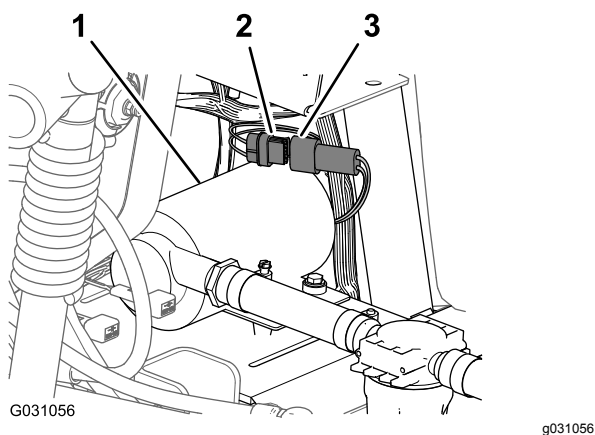

Figure 186
1. Branchez le connecteur à 6 broches du faisceau de la pompe de rinçage au connecteur à 6 douilles du faisceau principal arrière (Figure 186).